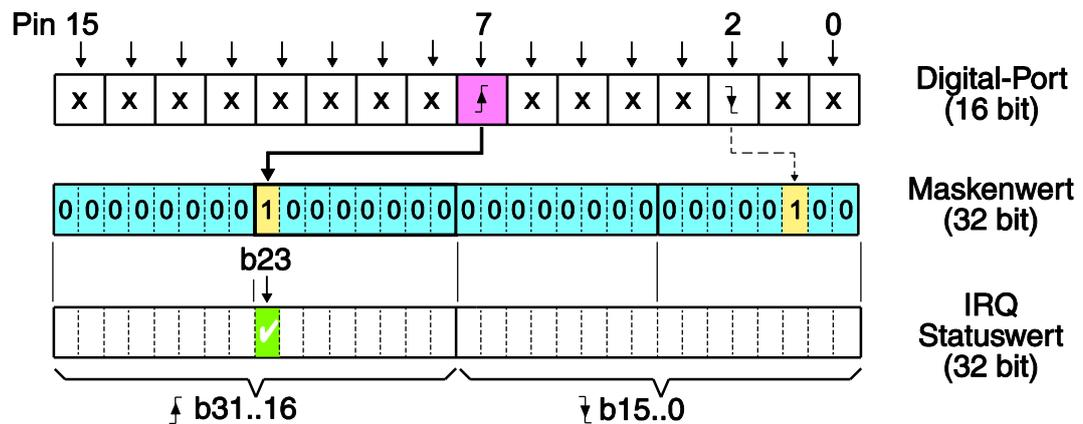

Abbildung 21: Bitmuster-Änderung
Im Modus „Bitmuster-Änderung“ können ein oder mehrere Bits definiert (maskiert) werden, die auf Zustandsänderung überwacht werden sollen. Als „Maske“ dient dabei ein 32-bit-Argument je Subdevice. Für jeden Eingangspin gibt es jeweils ein Bit für steigende und ein Bit für fallende Flanke. Falls sich der Zustand von mindestens einem mit einer „1“ maskierten Bit ändert (0 → 1 oder 1 → 0), wird ein Interrupt ausgelöst (siehe Abb. 21).
**Beispiel** (siehe Abb. 21):